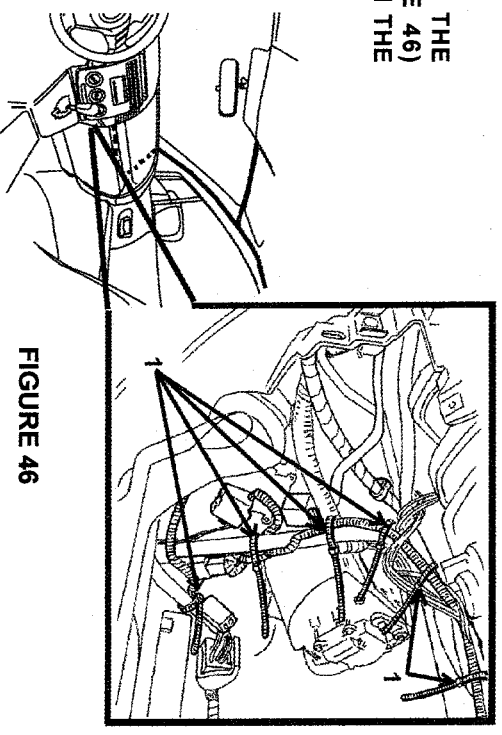

FIGURE 46
- 6.) LOOP THE EXCESS DVD MAIN HARNESS IN THE GLOVE BOX AREA. (AS SHOWN IN FIGURE 46) SECURE THE HARNESS USING 6 TIE WRAPS IN THE LOCATIONS INDICATED (1).